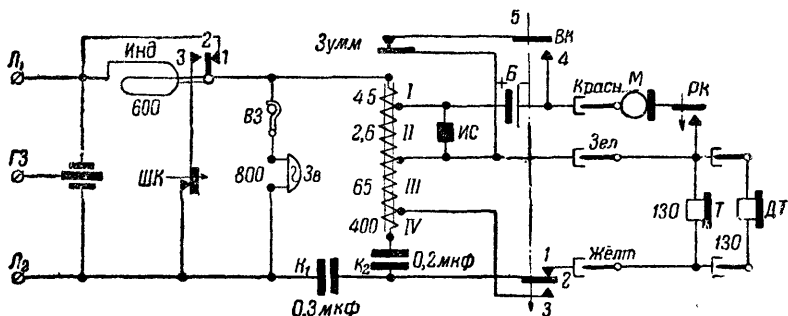

Рис. 193. Принципиальная схема аппарата УНА-ФИ-43
1. В качестве трансформатора применен автотрансформатор аппарата УНА-Ф-43, поэтому схема токопрохождения разговорных цепей (рис. 193) принципиально такая же, как и в аппарате УНА-Ф-43.